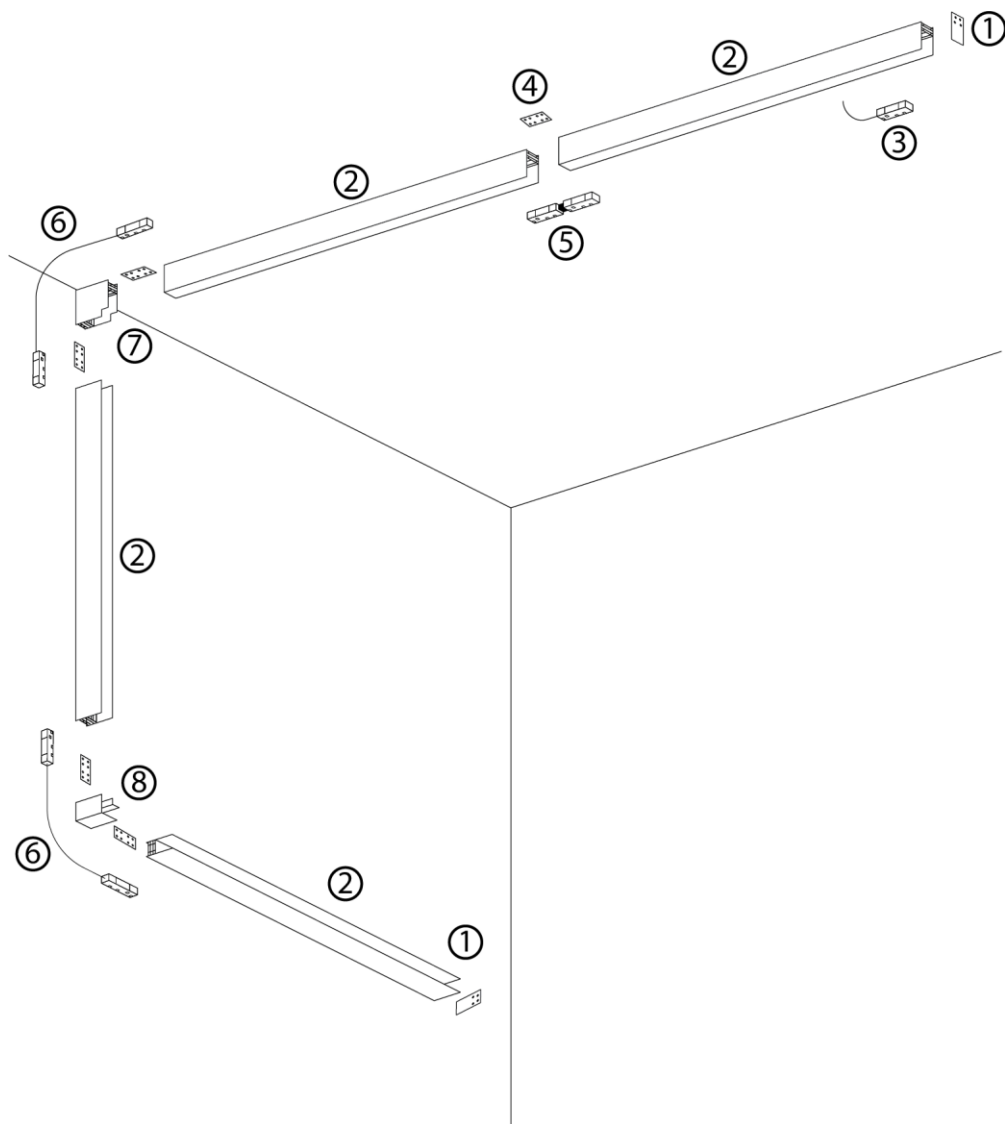

Рис. 1 Схема установки шинопровода CABM1000
- 4.4 Соберите необходимую вам систему шинопровода по аналогии со схемой, как показано на Рис. 1.